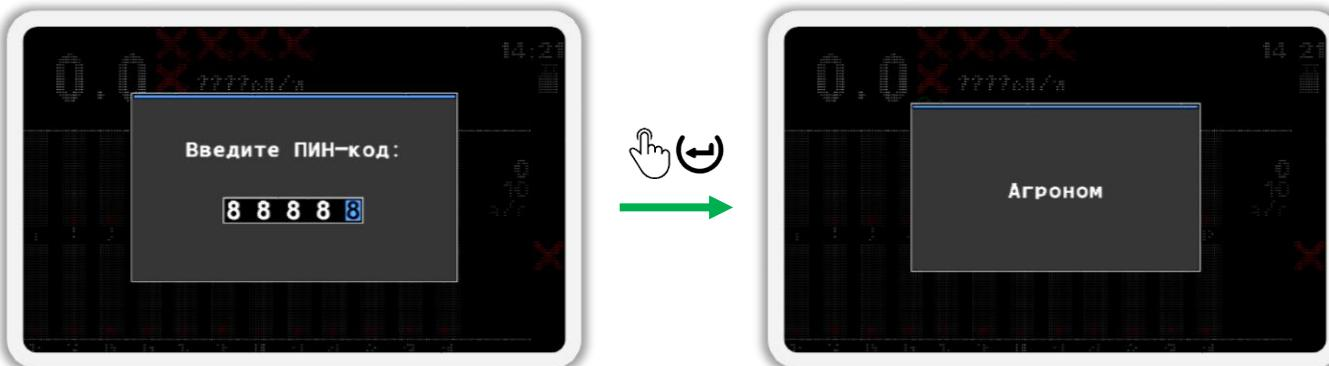

Рисунок 61
9. После того, как вы введете ПИН-код, нажмите кнопку  «Меню». Если код введен правильно, то вы увидите сообщение с надписью «Агроном» (см. Рисунок 61). После этого вы будете автоматически возвращены в меню «Настройки».